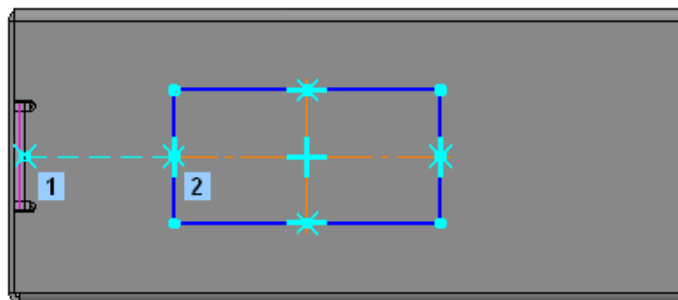

Рисунок 51.
- Укажите среднюю точку на ребре (точка 1) и начальную точку горизонтальной осевой линии (точка 2). Эта связь позволит определить положение прямоугольника на грани в вертикальном направлении (рис. 51).